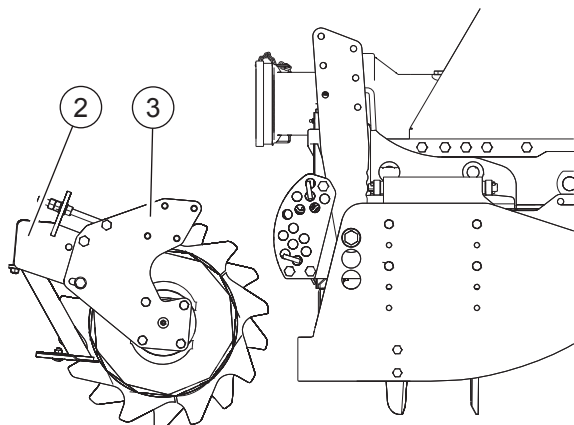

FIG. 10
- Bloccare la rotazione della barra portaraschietti (1).
- Posizionare il rullo a terra con le piastre di supporto (2, "Fig. 10") sistemate nella direzione di montaggio.